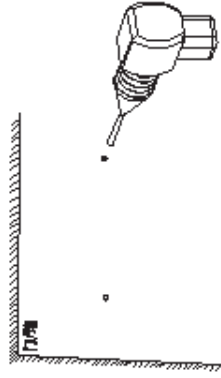

图 2-1
- 1.用冲击钻在上一部所做的记号处打四个圆孔，如图 2-1 所示